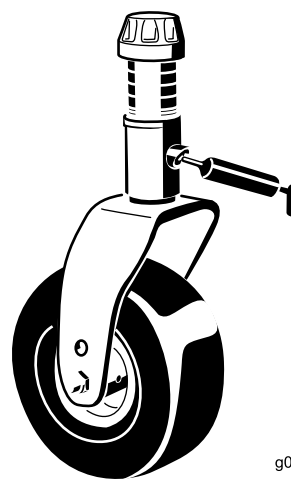

Figura 16
- Boccole (2) dell'asse della forcella delle ruote orientabili (Figura 16)